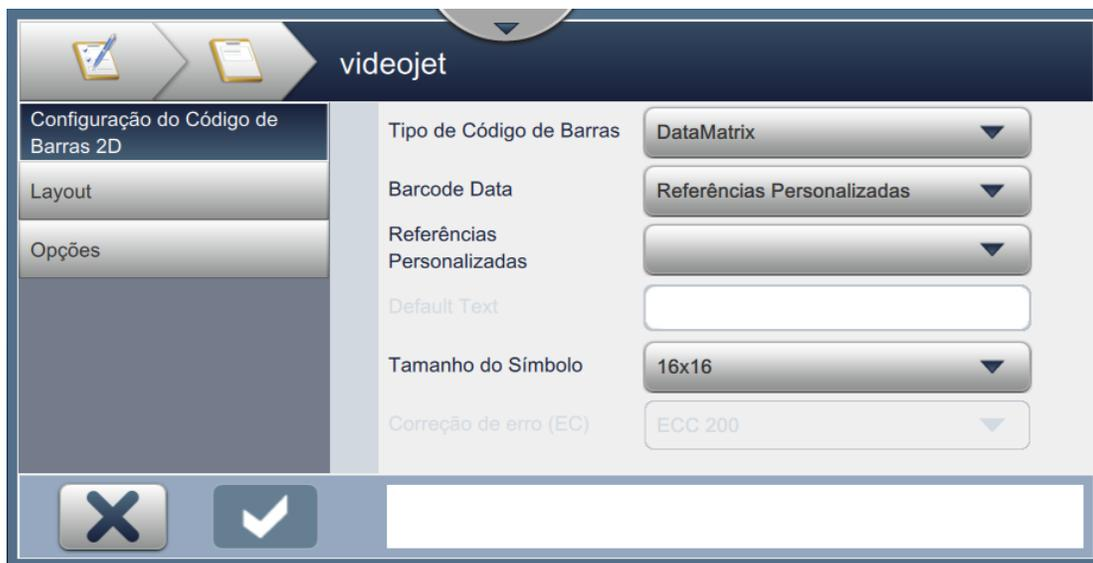

Figura 6-11: Tela Configuração do código de barras 2D
7. A tela Configuração do código de barras 2D permite que o usuário selecione a referência personalizada, como mostra a Figura 6-11.